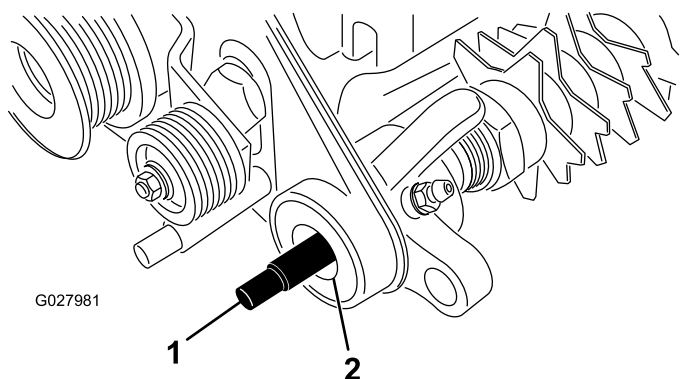

图8
- 向驱动组件轴承支架内的密封件和疏草刀轴的末端涂抹润滑脂 图8。
- 将疏草刀轴的花键端滑入驱动组件轴承支架 图8。